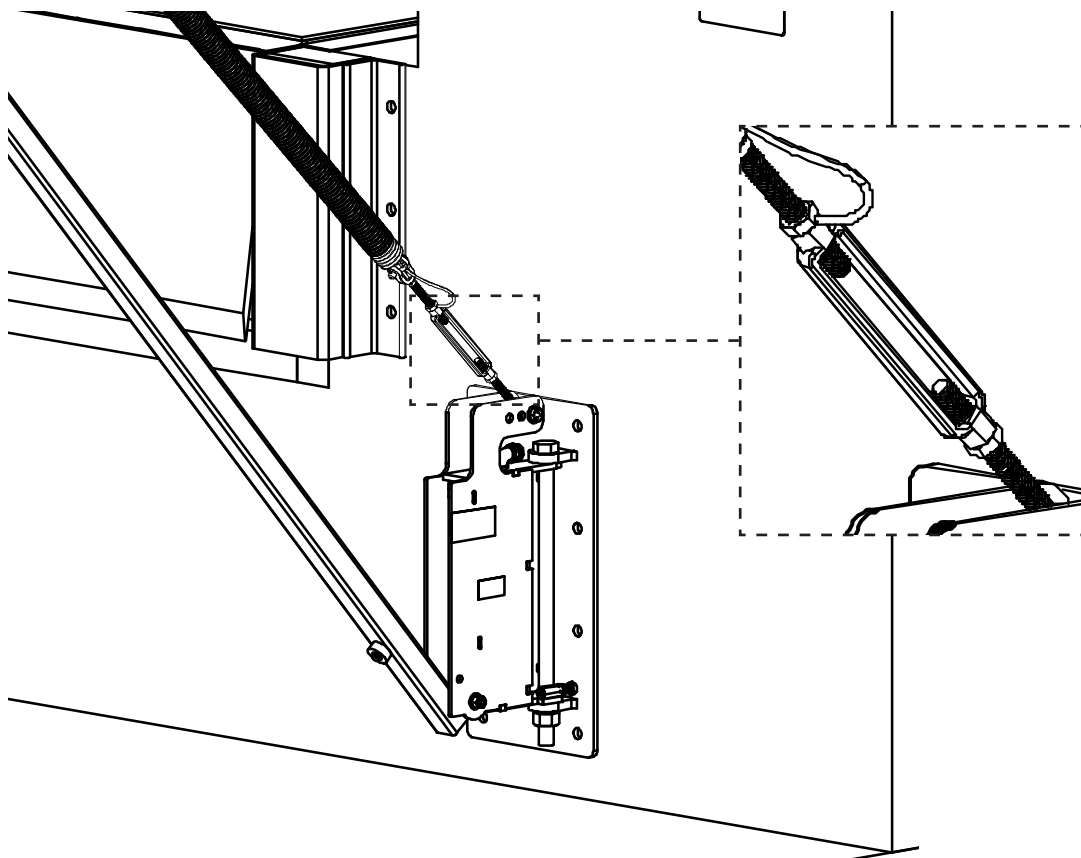

Figura 15
2. Ajuste la tensión del resorte con el tensor, lo que se muestra en la **Figura 15 en la página 19**. Afloje las contratueras y luego ajuste el tensor a la tensión deseada. Se debe retraer el brazo hacia la pared en 5 segundos o menos.